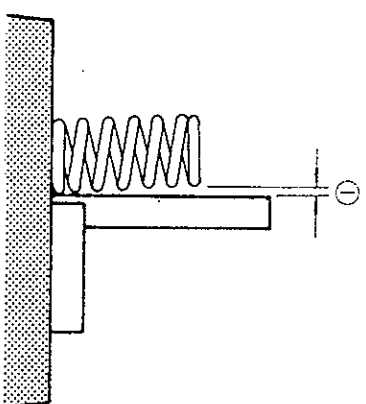

Fig. 3-73
Use una escuadra y una superficie plana para verificar en cada muelle, la desviación de verticalidad, (1), como en la Fig. 3-73. Los muelles que tengan mucha desviación (inclinados), sobrepasando el límite, deben cambiarse.